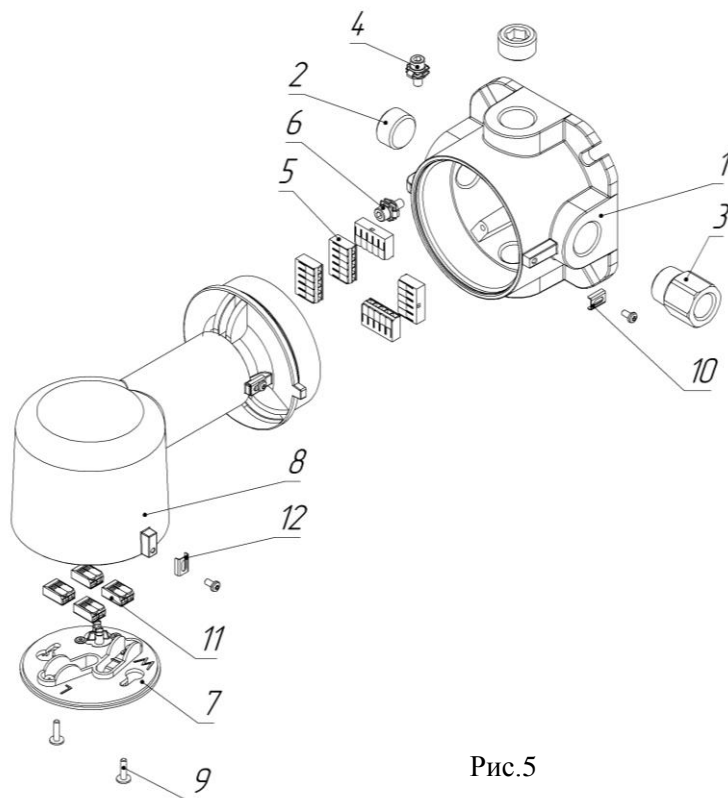

Рис.5
7.6.6 Монтаж на стену под углом 90° (Тип крепления WM) (рис.5).